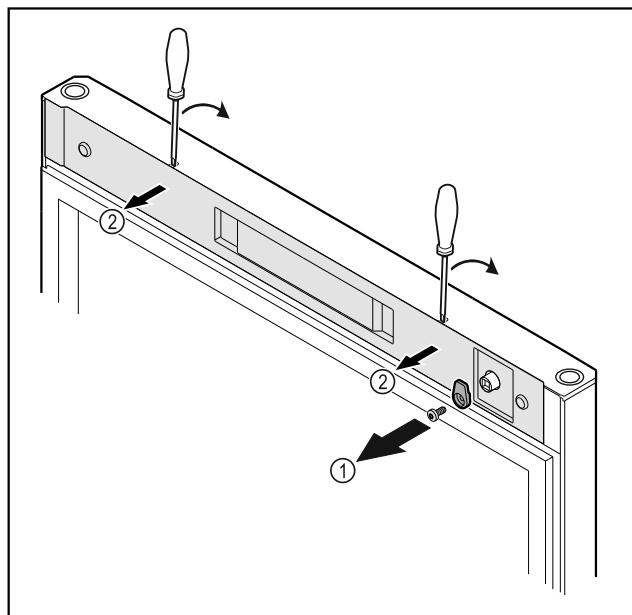

Fig. 22
► Відкрутити запірний гачок *Fig. 22 (1)*.
► За допомогою малої викрутки зніміть з фіксатора кришку *Fig. 22 (2)* і видаліть.